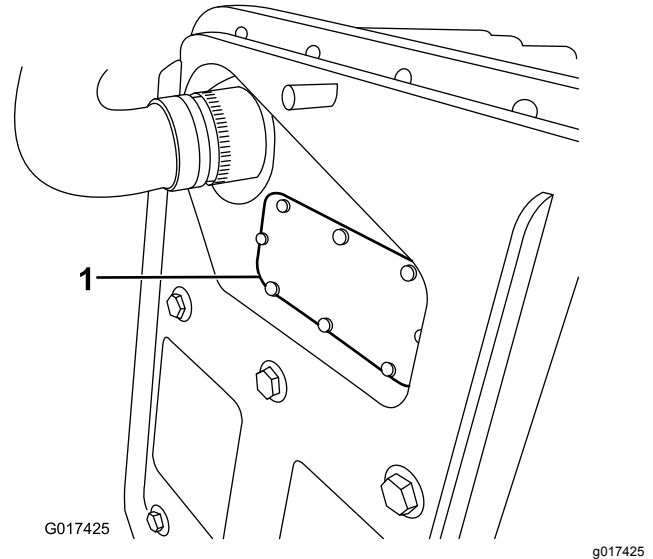

Figura 43
- B. Retire la tapa del fusible (Figura 43).